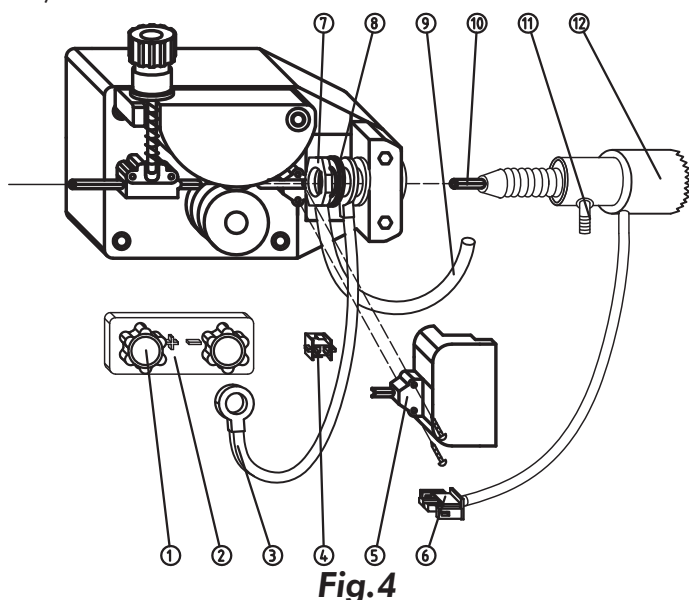

Fig. 4
- Führen Sie den Brenner in seinen Sitz ein und befestigen ihn (mit der beiliegenden Mutter) am Drahtvorschubmotor. Achten Sie darauf, daß der Eingang des "Drahtführungsschlauches" auf einer Linie mit dem Kanal zwischen den beiden Drahtvorschubrollen liegt. Um das Verständnis zu erleichtern, wird in den folgenden Zeichnungen die richtige Anbringung eines Schweißbrenners mit getrenntem Anschluß näher dargestellt (ABB.4). Verbinden Sie den Gasschlauch mit dem Anschluß des Brenners und befestigen ihn mit einer Metallschelle. Die beiden Steckerkontakte des Brennerknopfes verbinden und mit geeignetem Isolierabdeckung abdecken.